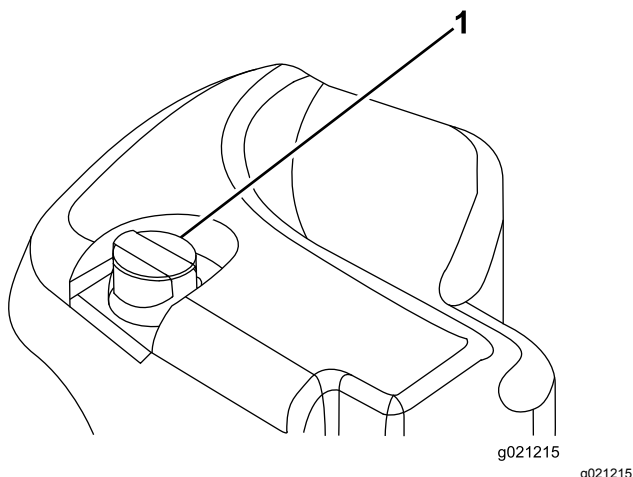

Figure 66
2. Nettoyez la surface autour du goulot et du bouchon de remplissage du réservoir hydraulique (Figure 66).